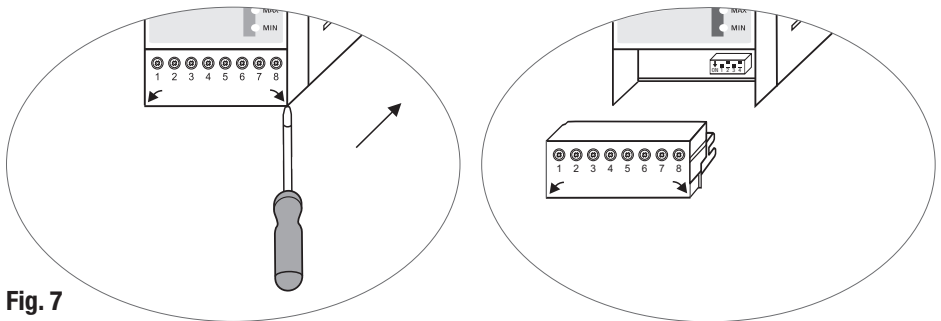

Fig. 7
- Untere und obere Klemmleiste abziehen. **Fig. 7**